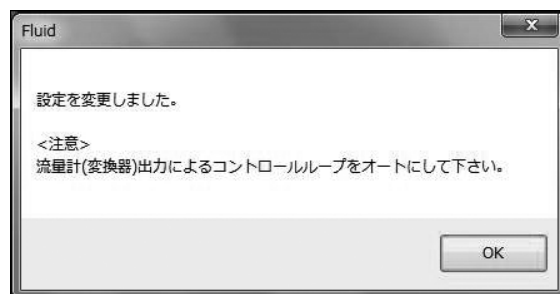

図3-35
- ⑤ 「OK」ボタンをクリックし、入力した設定値に変更されると、メッセージボックス（図3-35）が表示されますので、「OK」ボタンをクリックすれば設定は終了です。